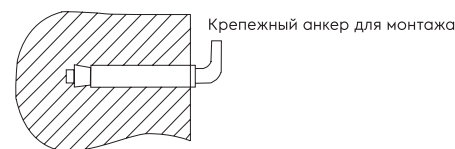

Рис. 2
- После выбора места монтажа определите места под два крепежных болта с крюками (в зависимости от спецификации выбранного изделия). Прodelайте в стене два отверстия необходимой глубины с помощью сверла размером, соответствующим размеру крепежных болтов, вставьте винты, поверните крюк вверх, плотно затяните гайки, а затем установите на него электрический водонагреватель (см. рис. 2).